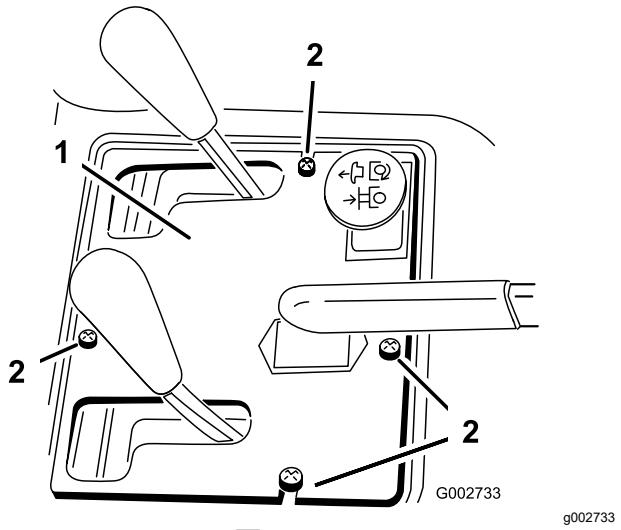

図37
2. コントロールパネルをフレームに固定しているねじ4本を外す図37。